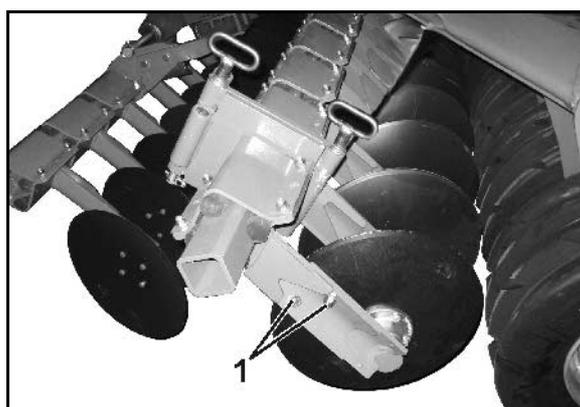

Рис. 32
2. Ослабьте резьбовые элементы (Рис. 32/1).